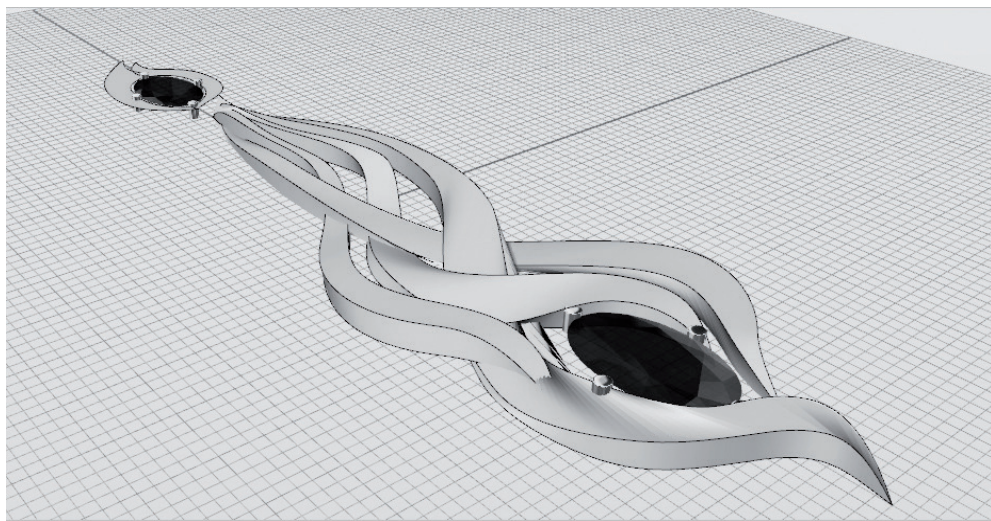

Рис. 88. Создание объемных частей пера
6. Копируем каждый сплайн инструментом Move, поднимаем копии на толщину серег, концы линий соединяем с острыми углами поверхностей. С помощью инструмента Surface From 2 Edge Curve создаем поверхности объемных частей пера (рис. 88).